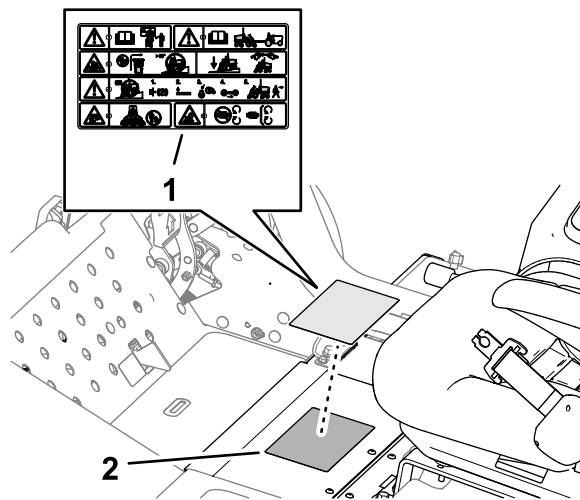

Figura 24
1. Limpie la pegatina de advertencia estándar con alcohol y deje que se seque el bastidor (Figura 24).
2. Retire el reverso de la pegatina de advertencia CE (pieza n.º 138-1186), y péguela sobre la pegatina de advertencia estándar, tal y como se muestra en la Figura 24.